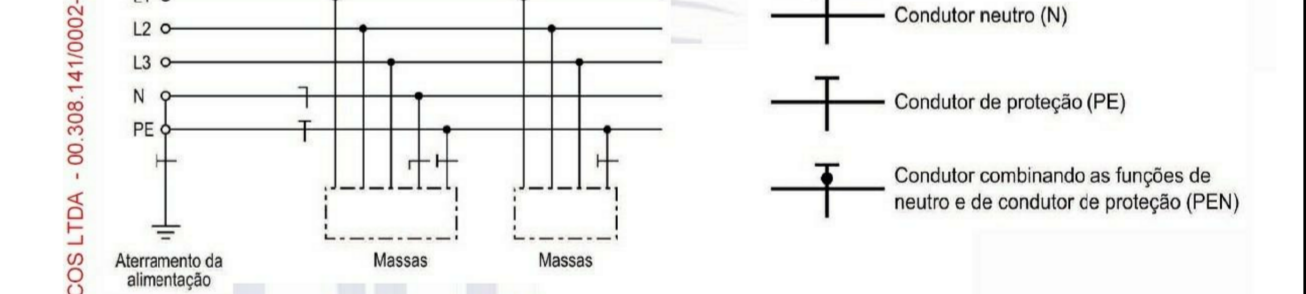

Figura 1 - Esquema TN-S
- a) esquema TN-S, no qual o condutor neutro e o condutor de proteção são distintos (figura 1);
Obs.: Para os Quadros de Distribuição de Circuito (QDC), usar esquema TN-S, no qual o condutor neutro e o condutor de proteção são distintos (figura 1).